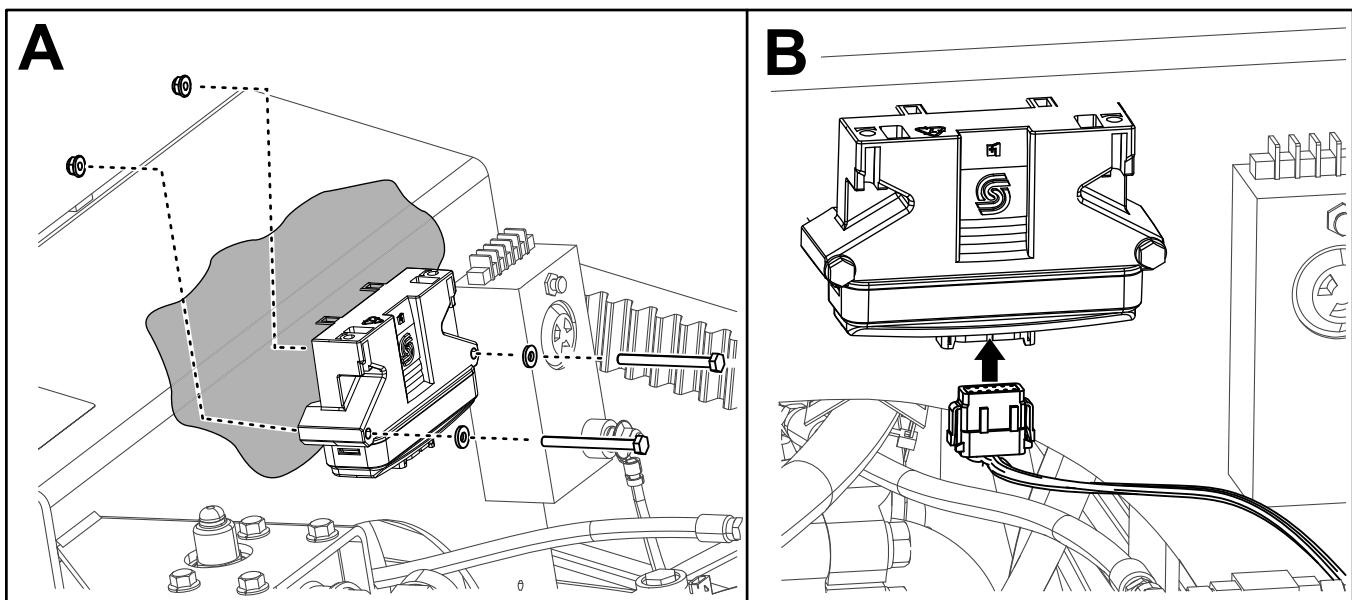

Figure 4
- Fixez le microprocesseur au panneau (Figure 2) au moyen de 2 boulons (¼" x 2¾"), 2 rondelles et 2 écrous (¼"), comme montré dans l'encadré A de la Figure 4.
- Branchez le faisceau de câblage dans le microprocesseur, comme montré dans l'encadré B de la Figure 4.